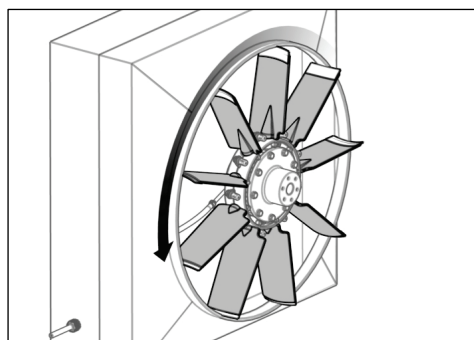

Fig. 34
- 29) Rodar o ventilador à mão (ver Fig. 34).